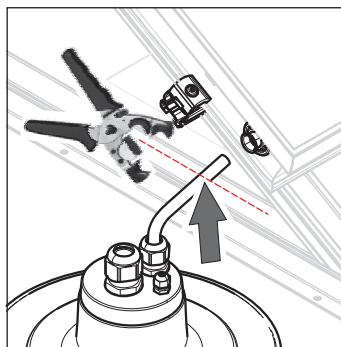

Fig. 3-25 Raccourcissement des connexions
5. Découpez la conduite d'alimentation (en haut du capteur / VA 15 Solar) ainsi que la conduite de retour (en bas du capteur / VA 18 Solar) au niveau du marquage (fig. 3-25).